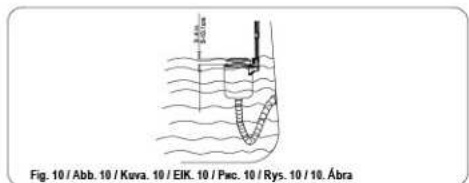

Fig. 10 / Abb. 10 / Kuva. 10 / EIK. 10 / Pvc. 10 / Rys. 10 / 10. Ábra
- The float should be floating off the skimmer body by 5 cm to 10.1 cm (2 in. to 4 in.). To adjust the float height, loosen the screw (P6521), slide the skimmer body (P6518) up or down, and tighten the screw. (See Fig. 10)
- O flutuador deve estar a flutuar fora do corpo do skimmer 5 cm a 10,1 cm (2 pol. a 4 pol.). Para ajustar a altura do flutuador, desaperte o parafuso (P6521), deslize o corpo do skimmer (P6518) para cima ou para baixo, e aperte o parafuso. (Ver Fig. 10)
- El flotador debería estar a una distancia de 5 a 10,1 cm del recogehojas. Para ajustar la altura del flotador, afloje el tornillo (P6521), deslice el recogehojas (P6518) arriba o abajo y apriete el tornillo. (Véase Fig. 10)
- Der Strömungsaustritt aus dem Abschäumergehäuse muss zwischen 5 cm und 10,1 cm (2 bis 4 Zoll) liegen. Um die Strömungshöhe zu justieren, lösen Sie die Schraube (P6521), schieben Sie das Abschäumergehäuse nach oben oder nach unten, und ziehen Sie die Schraube fest. (Siehe Abb. 10)
2. De drijver moet 5 tot 10,1 (2 tot 4 in.) van het skimmerchassis weg drijven. Om de drijver te testen, draai de schroef (P6521) los, schuif het skimmerchassis (P6818) omhoog of omlaag, en draai de schroef vast. (zie Afb. 10)
Per regolare l'altezza del galleggiante, allentare la vite (P6521), far scorrere l'involucro dello skimmer (P6818) verso l'alto o verso il basso e stringere la vite (V. Fig. 10).
2. Le flotteur doit flotter en dehors du corps du skimmer de 5 cm à 10,1 cm (2 po à 4 po). Pour ajuster la hauteur du flotteur, desserrez la vis (P6521). Faites glisser le corps du skimmer (P6818) vers le haut ou le bas, et serrez la vis. (Voir fig. 10)